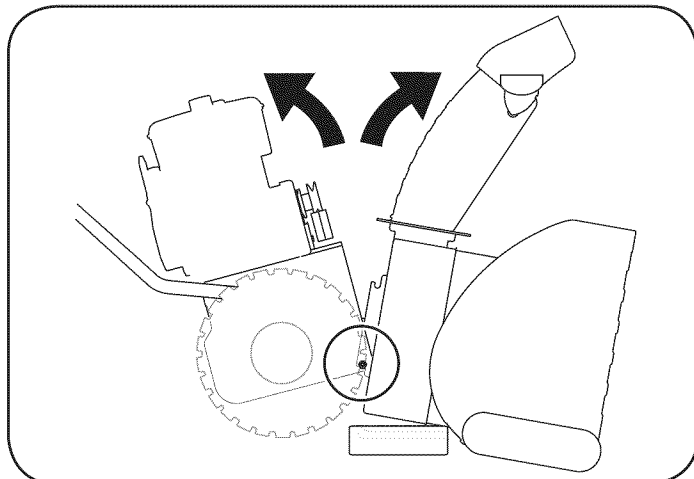

Figura 33
- Coloque un bloque de madera debajo de la barrena de vivienda, como se muestra en la Figura 33 y separado de la vivienda barrena marco inclinando el cuerpo hacia adelante y hacia abajo en las asas.